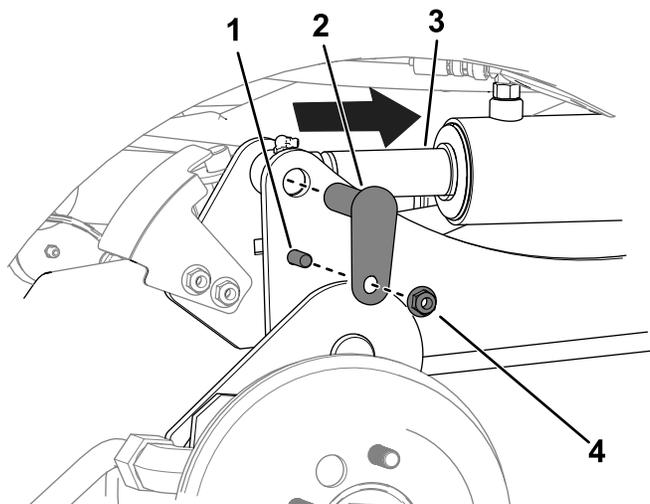

Figura 10
orificios de los brazos de elevación (Figura 10).
- D. Utilice 2 pernos ( $\frac{3}{8}$ " x  $1\frac{1}{4}$ " ), 2 tuercas ( $\frac{3}{8}$ " ) y 2 pasadores pequeños para sujetar los brazos de elevación a los cilindros (Figura 10).